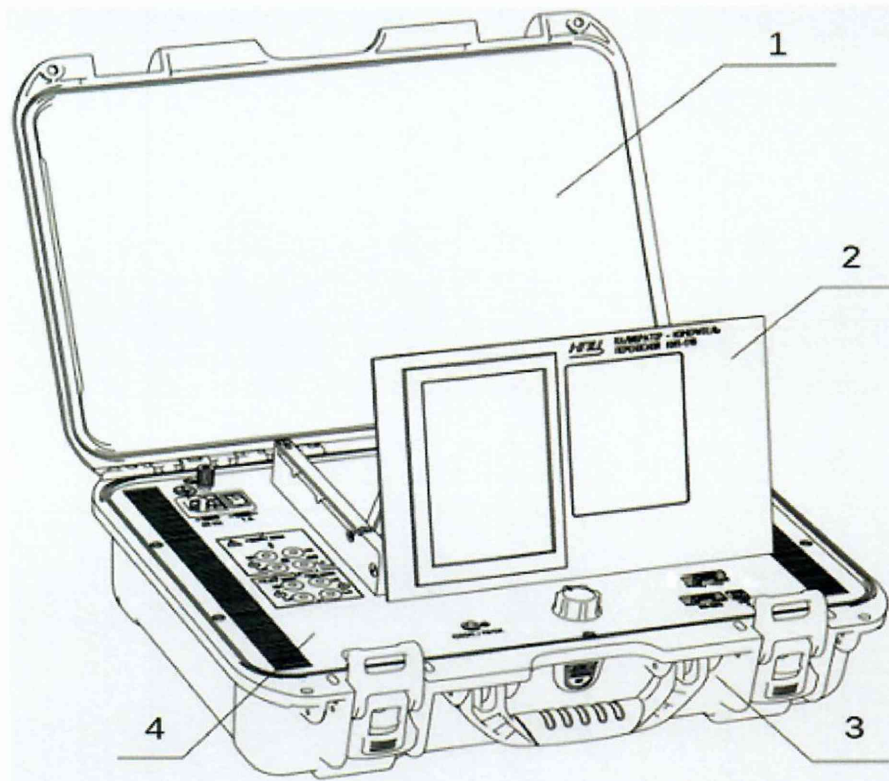

Рисунок 3 Основные элементы конструкции КИП-01ВК
5.2.1 Основные элементы конструкции приведены на рис. 3 и 4.